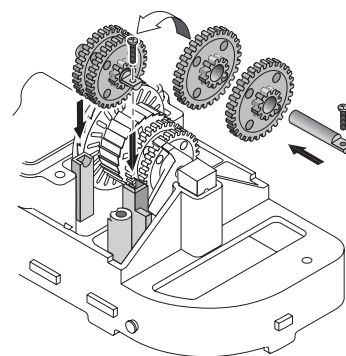

Figure 30
4. Reposer l'arbre court à pignons, la vis de pression et les deux pignons (Figure 30). Les pignons et la vis de pression de l'arbre se posent par le côté extrémité du nettoyeur - à l'opposé de la boîte de l'oscillateur. S'assurer que les pignons s'engrènent avec ceux de l'arbre long.